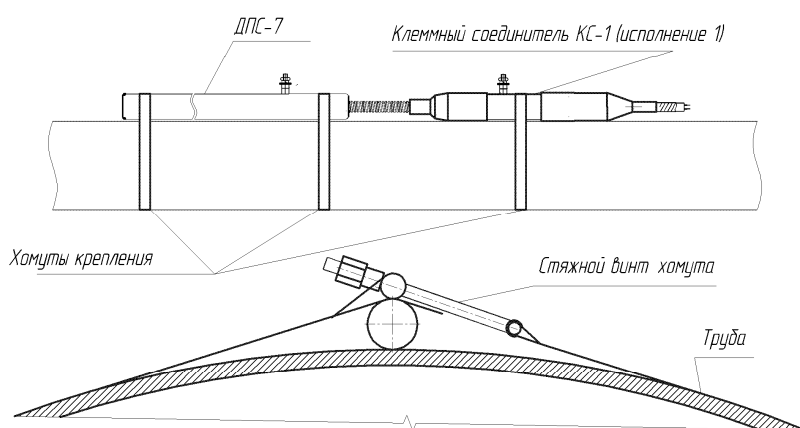

Рисунок 3 – Крепление датчика ДПС-7В и клеммного соединителя КС-1 на тело трубы при монтаже непосредственно в грунт.
5.2.3 Закрепить датчик на теле трубы двумя хомутами, чтобы исключить его подвижку при засыпке грунтом рисунок 3. Хомуты располагать на концах датчика не доходя до них ~ 5 см. Крепление должно проводиться таким образом, чтобы исключить возможность подвижки датчика. После закрепления датчика на трубе, его необходимо засыпать грунтом.